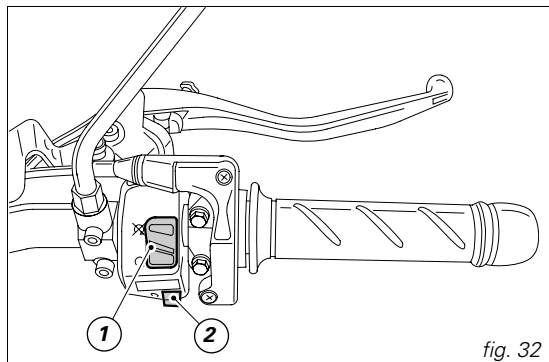

fig. 32
2) Accertarsi che l'interruttore d'arresto (1, fig. 32) sia nella posizione **○ (RUN)**, premere quindi il pulsante avviamento (2).